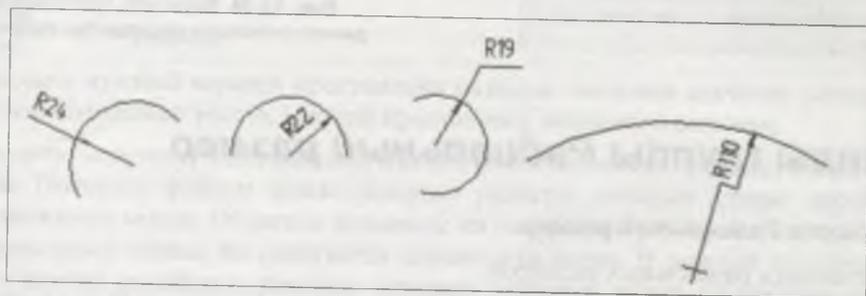

Рис. 12.26. Варианты построения радиальных размеров
- ♦ щелкните ЛК мыши в точке **p1** положения размерной надписи — радиальный размер от центра построен. Варианты построения радиальных размеров показаны на рис. 12.26;